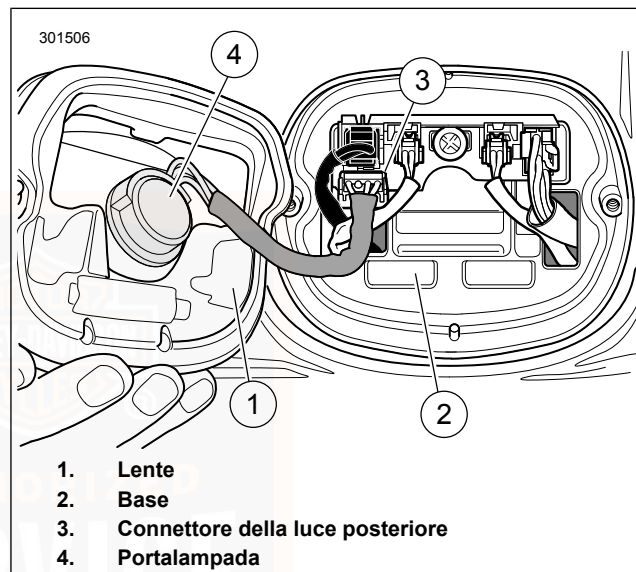

Figura 96. Gruppo della luce posteriore
2. Vedere Figura 96. Staccare il connettore della luce posteriore (3).
3. Girare il portalamпада (4) di un quarto di giro in senso antiorario e rimuovere dal gruppo della luce posteriore. Rimuovere la lampadina.
2. Vedere Figura 96. Inserire il portalampada (4) nel gruppo della luce posteriore. Girare di un quarto di giro in senso orario.
3. Collegare il connettore della luce posteriore (3).